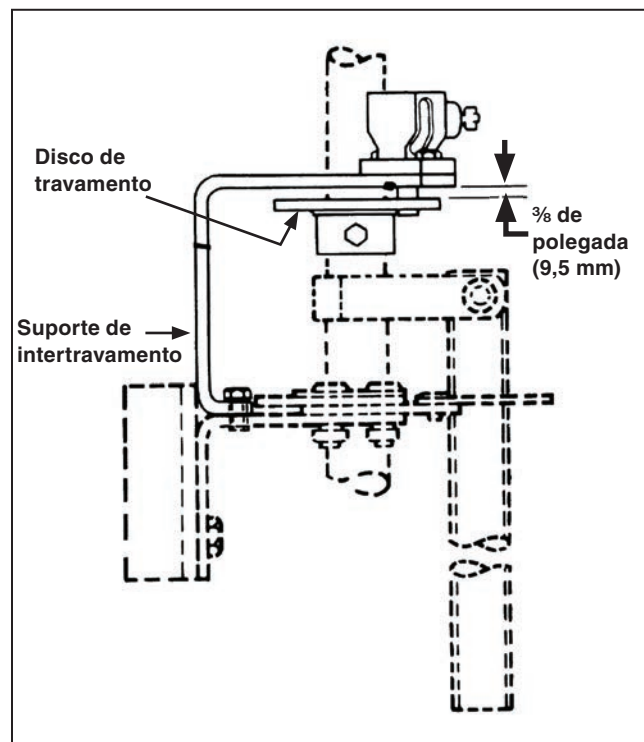

Figura 30. Detalhamento do grupo de intertravamento.
- (e) Com a chave na posição **Fechada**, use o parafuso de intertravamento para fazer o posicionamento do disco de travamento, de modo que o parafuso penetre no rasgo da posição fechada no disco (e penetre no rasgo da posição aberta quando a chave estiver na posição **Aberta**). Mantenha o disco de travamento a $\frac{3}{8}$ de polegada abaixo do suporte de intertravamento (ver Figura 30) e faça furos de $\frac{7}{16}$ de polegada ao longo da seção do tubo de operação vertical, usando os furos do colar do disco de travamento como pilotos. Monte o disco de travamento ao tubo usando o conjunto fornecido composto de parafuso de $\frac{3}{8}$ -16 \times 3 polegadas, porca e arruela de pressão.